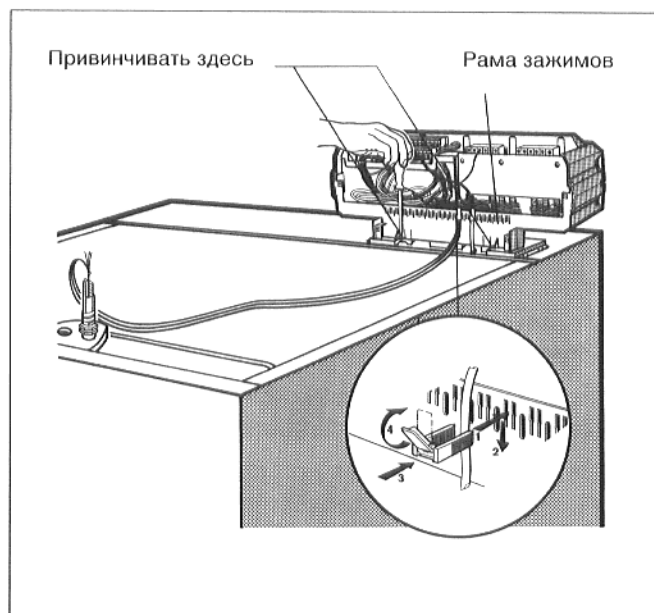

Рис. 53
- Прикрепить цоколь регулятора в кабельном вводе двумя винтами для листового металла, слева и справа на переходной жести (рис. 53).